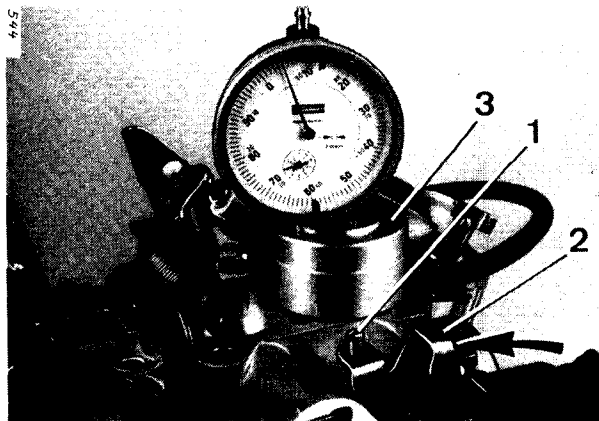

Bild 30
1. GRUNDEINSTELLUNG DROSSELKLAPPE II. STUFE (Bild 30, 31)
- Drosselklappenanschlagschraube (1) herausdrehen, bis diese nicht mehr anliegt.
- Drosselhebel (2) leicht in Pfeilrichtung drücken und mit Meßvorrichtung (3) und Drosselklappenanschlußschraube (1) Maß „a“ einstellen.